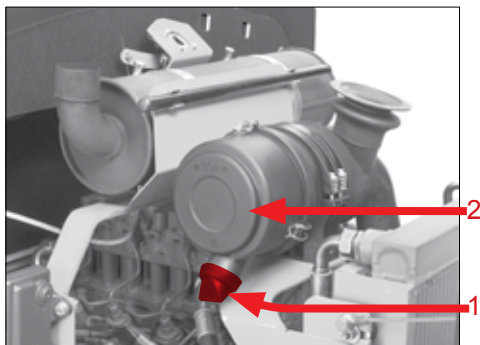

Fig. 90
Vérifier si la fente de sortie de la vanne anti- poussière pos. 1 (Fig. 90) est dégagée. Retirer les dépôts de poussière en comprimant la vanne.
1. Desserrer les fermoirs sur le couvercle pos. 2 (Fig. 90) et retirer le couvercle.
Si, lors de la maintenance du filtre à air sec, il est visible qu'une erreur de maintenance s'est produite ou que le filtre principal est endommagé, le filtre de sécurité pos. 4 (Fig. 90) doit être remplacé.
1. Desserrer les trois fermoirs du couvercle pos. 2 (Fig. 90).
2. Retirer le couvercle pos. 2 (Fig. 90).